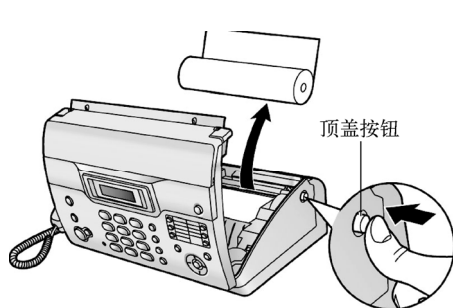

图3-21 取出记录纸
(2) 清洁热敏头。如果在复印/接收的文稿上出现污迹或黑白线,应检查热敏头上是否有灰尘,并清洁上面的灰尘,具体步骤如下。
- ① 断开电源线和电话线。
- ② 按下顶盖按钮打开顶盖,小心地取出记录纸,如图3-21所示。